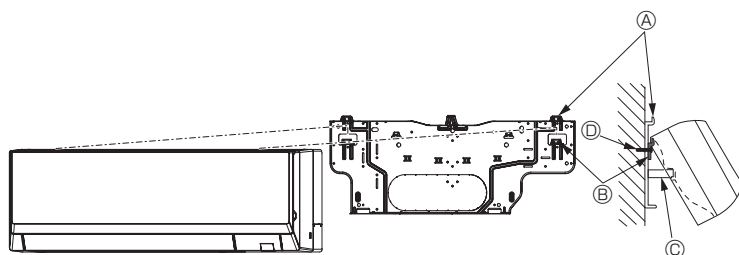

Fig. 3-13
- Если внутренний блок нельзя подвесить и поднять с помощью обычного крючка (размер 2.1. ⓐ (расстояние между потолком и блоком) составляет 75 мм или меньше), подвесьте блок на нижний крючок с левой стороны трубопровода. (Fig. 3-13)
#### (Fig. 3-13)